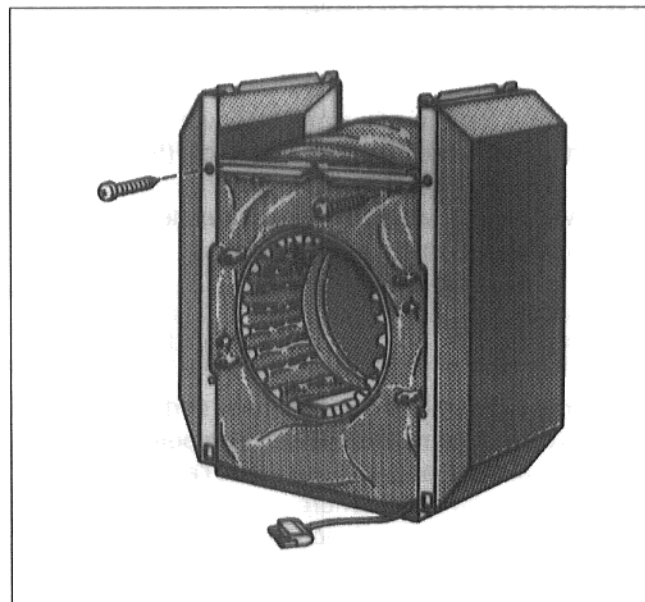

Fig. 12
- Visser les faces latérales dans les traverses avant et arrière, à l'aide des vis Parker (Fig. 12).